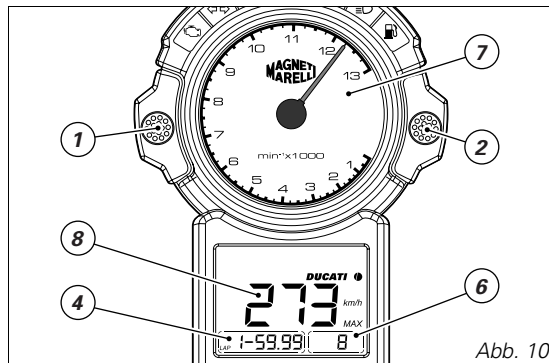
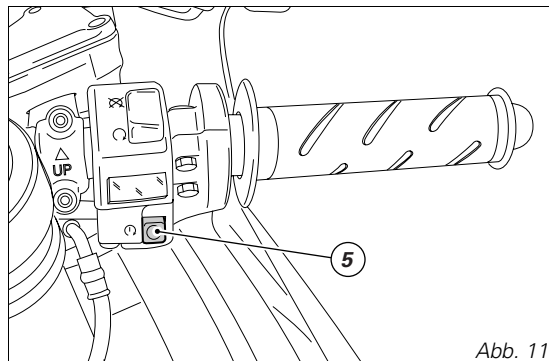

Abb. 10
Abb. 11
Am Display (4, Abb. 10) die Anzeige LAP auswählen. Während der Fahrt den Startknopf (5, Abb. 11) drücken und so die Messung durch die Stoppuhr starten. Durch erneutes Drücken des Startknopfs (5) wird die Messung unterbrochen und gleichzeitig die Stoppuhr zur 2. Zeitnahme gestartet.
Nach erfolgreichem Zeitenstopp der einzelnen Runden können die 19 im LCD gespeicherten Messungen am Display abgerufen werden. Zum Abrufen dieser Funktion den Motor abschalten, die Taste (2, Abb. 10) drücken und den Zündschlüssel von OFF auf ON drehen.
- in der ausgewählten Runde erreichte Motorhöchstdrehzahl (7 Abb. 10)
- gespeicherte Rundenzeit (4, Abb. 10)
- in der ausgewählten Runde erreichte Höchstgeschwindigkeit (8, Abb. 10).
Zum Rückstellen der Zeitmessungen die Taste (2, Abb. 10) länger als 5 Sekunden drücken.
- 1) Wird der Code erkannt, blinkt die Kontrollleuchte CODE (12, Abb. 5) am Cockpit kurz auf. Das Schutzsystem hat in diesem Fall den Schlüsselcode erkannt und hebt die Motorsperre auf. Durch Drücken des STARTKNOPFS (5, Abb. 11) kann der Motor gestartet werden.